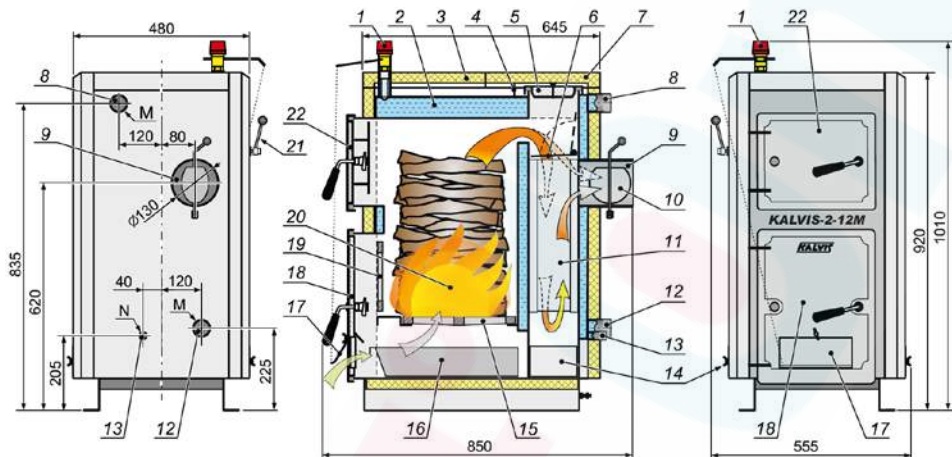

Рис. 1
Корпус котла (2) (см. рис. 1) сварен из листов специальной стали, имеющий в себе полости, в которых нагревается вода. Снаружи котел обшит декоративными термоизоляционными щитами (3). В передней части котла имеются: регулятор тяги (1), управляющий заслонкой подачи воздуха (17); наружные дверцы обслуживания топки (18), за ними расположены внутренние (чугунные) дверцы обслуживания (19). Камера загрузки топлива закрывается дверцами (22).
## 7.2. Топка котла (см. рис. 1)